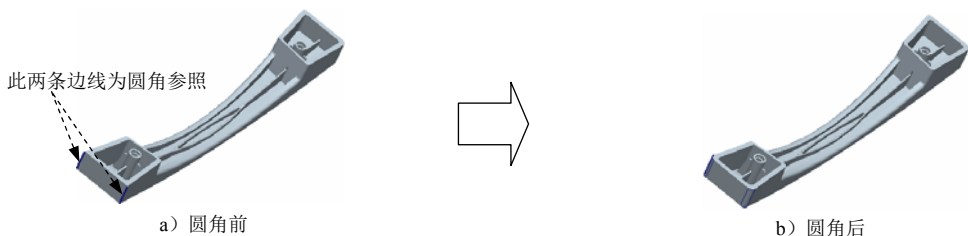

图 5.38.170 倒圆角 7
Step26. 创建倒圆角特征 7。选取图 5.38.170 所示的边线为倒圆角的边线；输入倒圆角半径值 3.0。